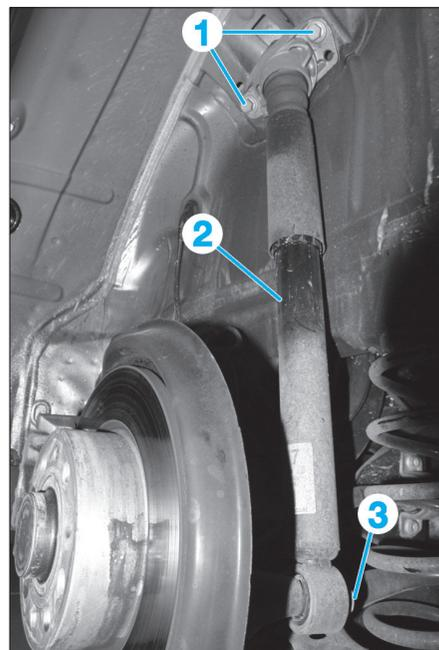

Fig. 20
- les vis de fixation supérieures (1) de l'amortisseur (2) (Fig.20),
- la vis de fixation inférieure (3) de l'amortisseur (2),
- l'amortisseur (2).